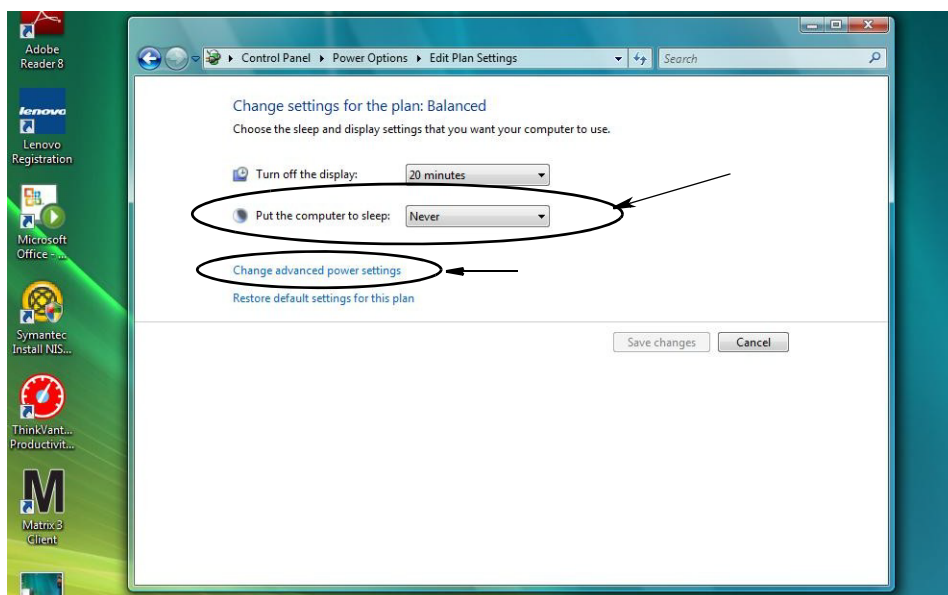

FIG. 19
4. Sélectionnez "NEVER" (Jamais) dans le champ "Put the computer to sleep" (Mettre l'ordinateur en veille). Sélectionnez ensuite "Change advanced power settings" (Modifier les paramètres d'alimentation avancés) (FIG. 19).